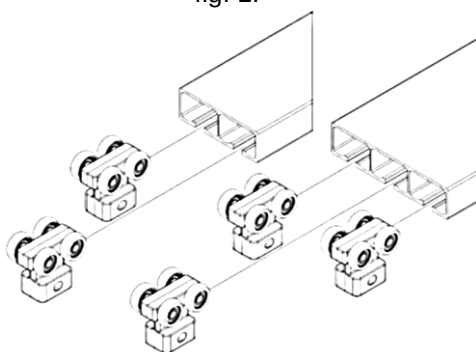

Fig. 2
2. Insérer les chariots dans le rail supérieur de manière à ne pas recouvrir les trous de fixation (2 chariots/cadre). Placer les chariots dans les bandes de rails sélectionnées (selon le modèle de rail, 2 ou 3 rainures de roulement). Les bloquer temporairement contre tout mouvement jusqu'à ce que le rail soit vissé (fig.2).